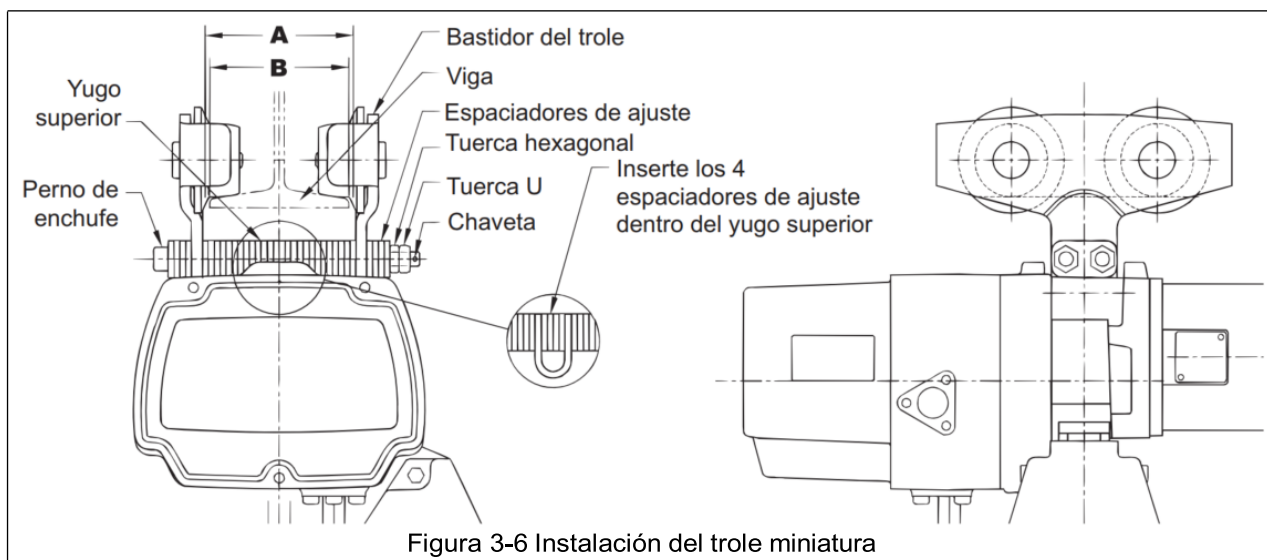

Figura 3-6 Instalación del trole miniatura
3.8.1 Trole miniatura – siga las instrucciones que se dan a continuación para la instalación del trole. Consulte la Figura 3-6.
- 3) Consulte la Figura 3-6 y monte los bastidores del trole, los espaciadores de ajuste y los pernos de enchufe en el yugo superior. Instale y apriete a mano las tuercas hexagonales en los pernos de enchufe. Revise que la dimensión "A" sea de aproximadamente 0.12 a 0.16 pulgadas (3-4 mm) mayor que la "B" (ancho de la brida). Si la dimensión "A" no cae dentro del rango especificado, mueva los espaciadores de ajuste del interior del bastidor del trole hacia fuera o del exterior hacia el interior, lo necesario para obtener la medida "A" apropiada, independientemente de los números presentados en la Tabla 3-3.
- 5) Revise el contacto entre las cuatro ruedas del trole y la superficie del riel. Cambie el bastidor del trole hasta que las ruedas del trole descansen sobre la superficie del riel. Apriete las tuercas hexagonales e instale las dos (2) tuercas U en los pernos de enchufe, apretándolos en contra de las tuercas hexagonales. Instale las chavetas en los pernos de enchufe y dóblelas de manera segura.